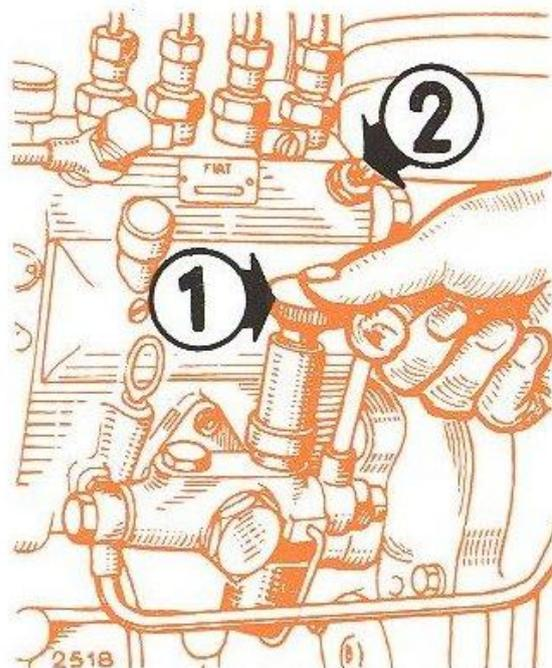

FIG. 10 — Pompes d'injection et d'alimentation.
- Dévisser le chapeau de la pompe d'amorçage à main (1 fig. 10) et l'actionner jusqu'à ce que le combustible s'écoule sans bulles d'air par le petit orifice pratiqué dans chacune des vis de purge des filtres à combustible. Rebloquer ensuite ces vis ;
- Dévisser de 2 tours la vis de purge située sur la pompe d'injection (2 fig. 10) et actionner à nouveau le piston de la pompe à main. Dès que le combustible sortira sans bulles d'air, rebloquer la vis et après quelques coups supplémentaires de pompe, revisser à fond le chapeau de cette dernière afin d'éviter des entrées d'air sur la périphérie du piston qui n'offre qu'une sécurité relative au point de vue étanchéité.